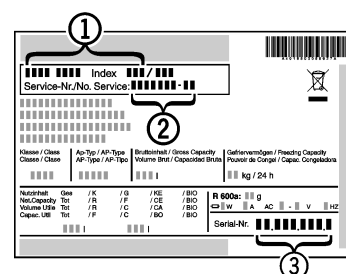

Fig. 13
- ▶ Označení přístroje Fig. 13 (1), servisní číslo Fig. 13 (2) a sériové číslo Fig. 13 (3) naleznete na typovém štítku. Identifikační typový štítek je umístěn na levé vnitřní stěně přístroje.
- ▶ Informujte zákaznický servis a sdělte poruchu, označení přístroje Fig. 13 (1), servisní číslo Fig. 13 (2) a sériové číslo Fig. 13 (3).